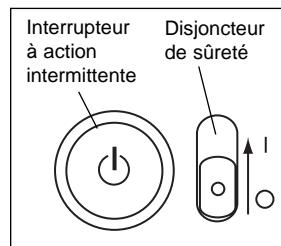

Figure 3
4. Pour mettre l'appareil en marche, poussez le disjoncteur de sûreté de la position « O » à la position « I » puis, sans relâcher celui-ci, appuyez sur l'interrupteur à action intermittente. **ÉLOIGNEZ VOS MAINS DE LA LAME !** Voir Figure 3.